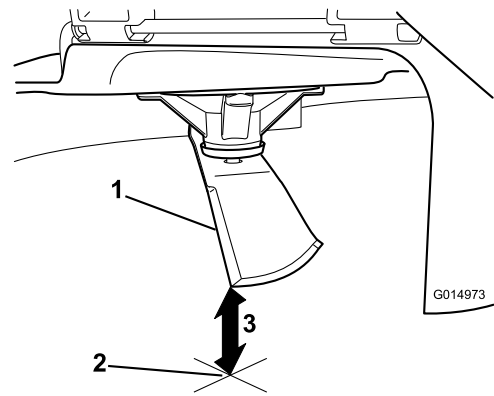

Figura 58
3. Mida desde la punta de la cuchilla hasta la superficie plana (**Figura 58**).